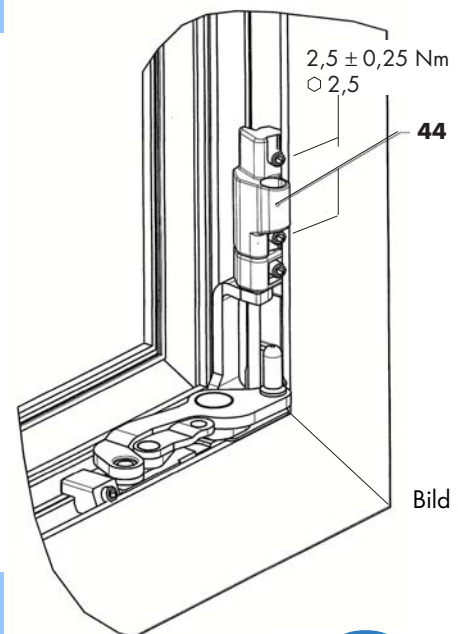

Bild 2
5. Rahmenteil BSU A0040 re./li. (**44**) in Rahmennut einlegen und auf Ecklager axxent wie in neben stehender Abbildung (Bild 2) positionieren.